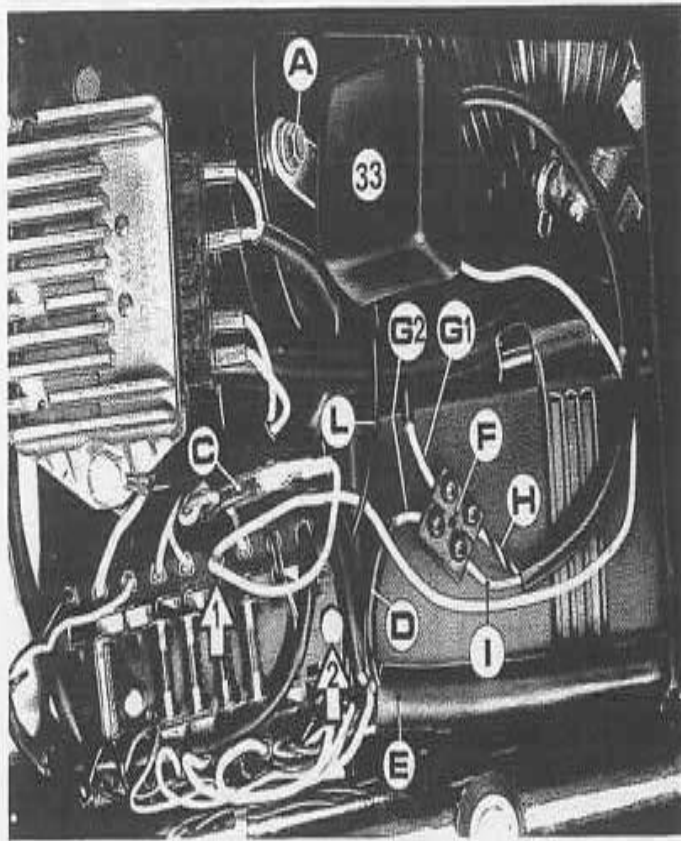

Fig. 98
- 2) Nel vano sottostante montare il nuovo relais 33 - ns. dis. 0960.38.224 - avendo cura di fissarlo sotto il bullone A che tiene fissato il coperchio e la scatola filtro al telaio (vedi fig. 98).
- 2) In the space beneath fit the new relay 33 (code no. 0960.38.224) taking care to fix it under bolt A fastening the cover and the filter-box to the frame (see fig. 98).